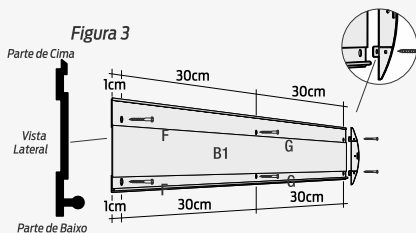

Figura 4
**3** A fixação dos terminais esquerdo e direito (C1) deve ser feita junto com a fixação do perfil base (B1), conforme figura 4.